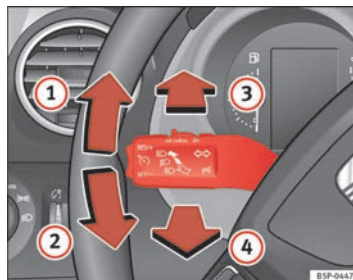

Abb. 78 Blinker- und Fernlichthebel
⇒ Seite 124, Abb. 78 ①, um **rechts** zu blinken, bzw. nach unten
②, um **links** zu blinken.
- Drücken Sie den Hebel nach vorne ⇒ Seite 124, Abb. 78 ③, um das Fernlicht einzuschalten.